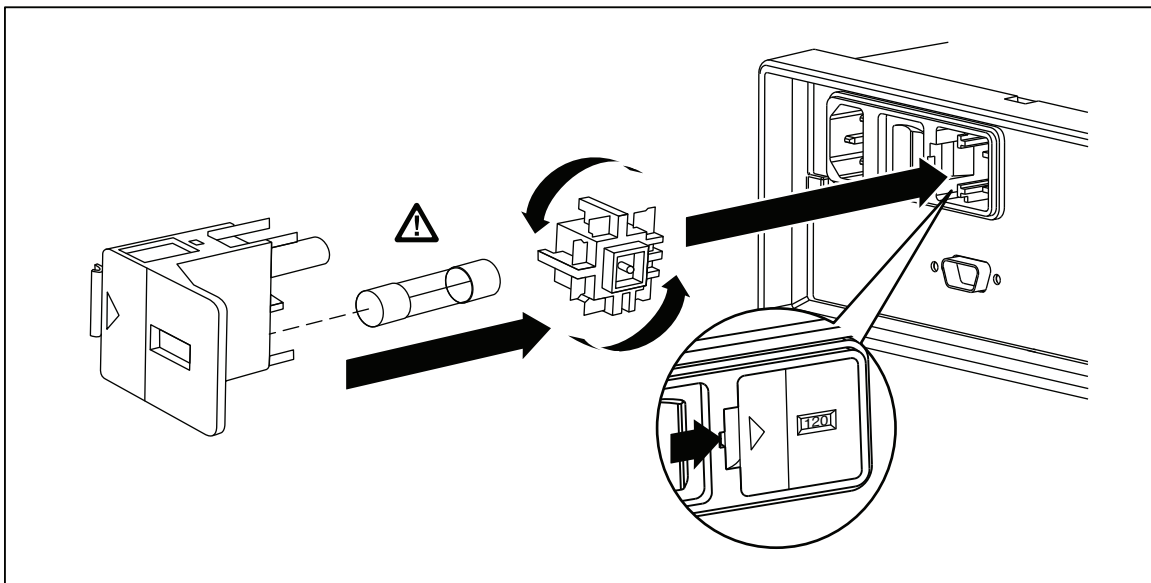

Figura 1. Reemplazo del fusible de alimentación de línea
2. Inserte la hoja de un destornillador pequeño en la muesca angosta a la izquierda del portafusibles y apalanque hacia la derecha hasta quitar el portafusibles. Vea la figura 1.